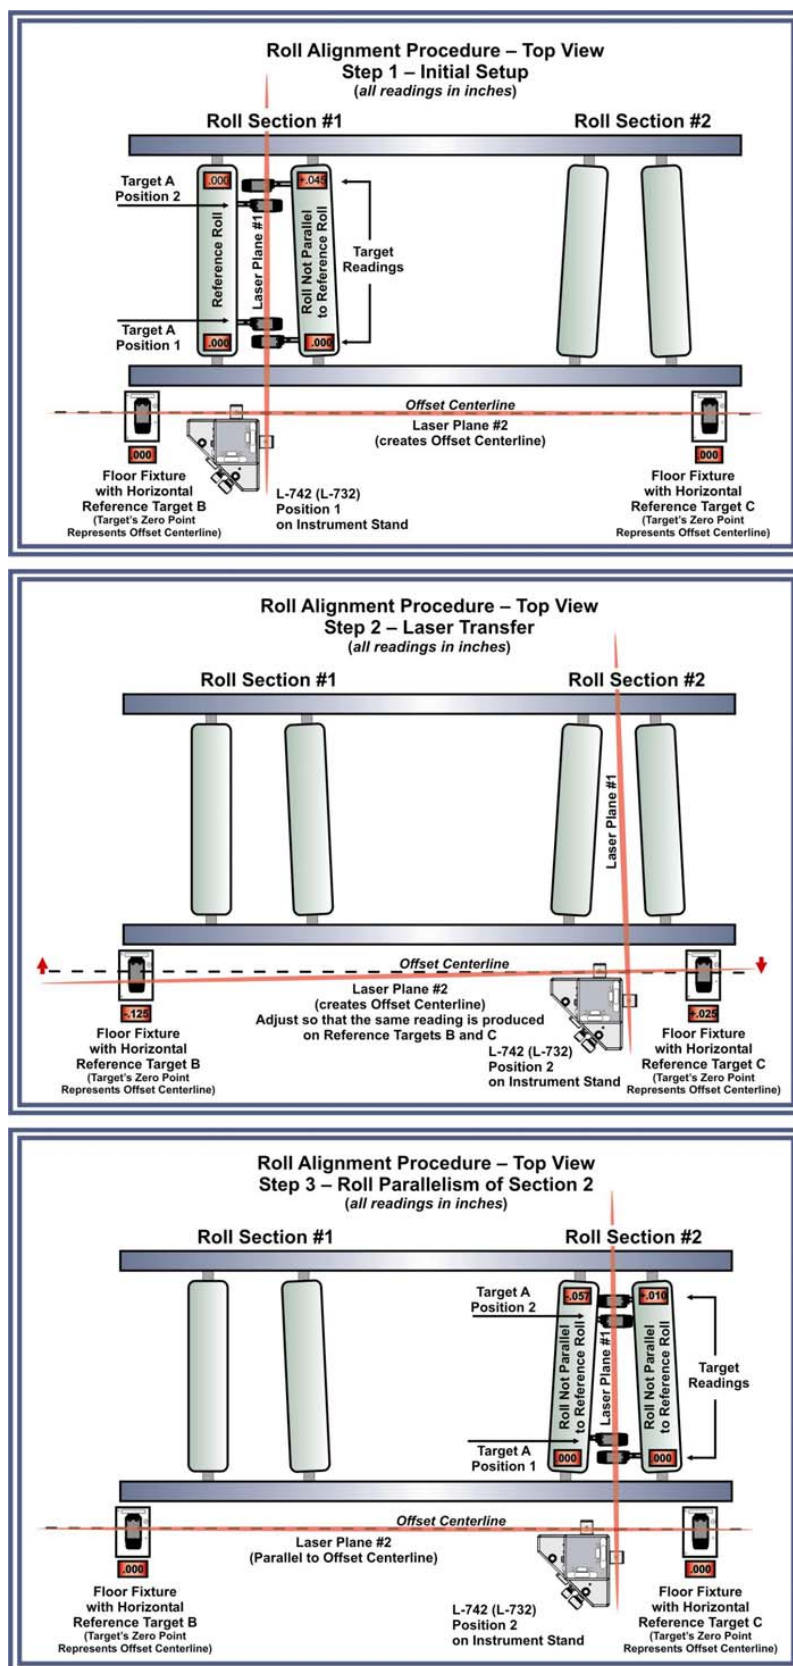

Figura 3 – Vista dall'alto della procedura di allineamento rulli
1. Porre il laser su di un supporto, a lato della macchina in prossimità del rullo di riferimento e livellarlo usando le bolle del laser. Porre il piano laser verticale in modo approssimativo parallelo al rullo usando la luce come riferimento (vedi fig. 1 per la vista tridimensionale e la figura 3 per la vista dall'alto della procedura di allineamento)
3. "Allineare" ¹ cioè regolare il laser verticale fino a che la stessa lettura appare su entrambi i traguardi. Il raggio laser è ora parallelo al rullo di riferimento (vedi Figura 3, passo 1).
7. Porre un Traguardo orizzontale sul rullo, vicino al laser, ed azzerare. Muovere il Traguardo sulla parte estrema del rullo e misurare l'errore di parallelismo (Figura 3, step3). Siccome la lettura è continua, il rullo può essere regolato fino a che sul traguardo lontano dal laser si legge zero, il che significa che il rullo è allineato e parallelo al rullo di riferimento. Siccome il laser genera un piano, i rulli ad ogni altezza nella sezione all'interno di 610 mm dal piano laser, possono essere misurati per parallelismo, senza cambiare la posizione del laser.